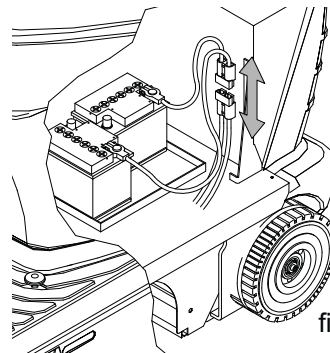

fig. 19
- Den Akkustecker aus der Maschine ziehen (Abb. 19).